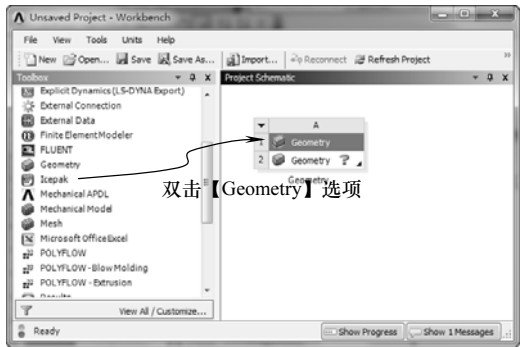

图 10-74 创建分析项目 A
- 3) 双击【Toolbox (工具箱)】中【Component Systems】下的【Geometry】选项，即可在【Project Schematic (项目管理区)】创建分析项目 A，如图 10-74 所示。